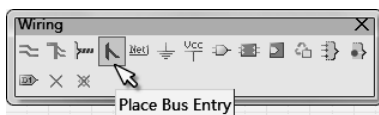
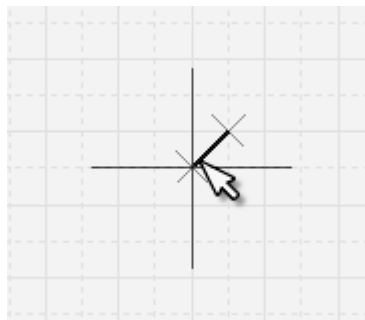

图 5-1-23 放置总线端线按钮
图 5-1-24 附着总线端线的十字形鼠标指针
(4) 总线绘制完毕后，还需要绘制总线端线（Bus Entry）。总线端线的意义：元器件通过总线端线并联到总线上，也可以说总线端线是总线的连接端口。单击如图 5-1-23 所示的按钮，此时鼠标指针变为如图 5-1-24 所示的形状，十字形指针上附着总线端线。也可以执行菜单命令 **Place** → **Bus Entry** 实现上述功能。